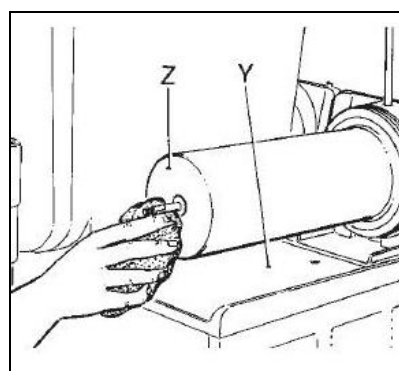

Fig. 6
- **L**avar meticulosamente el evaporador Z y la bandeja de goteo Y, eliminando todo residuo de producto utilizando una esponja limpia embebida en desinfectante (ver la fig.6).